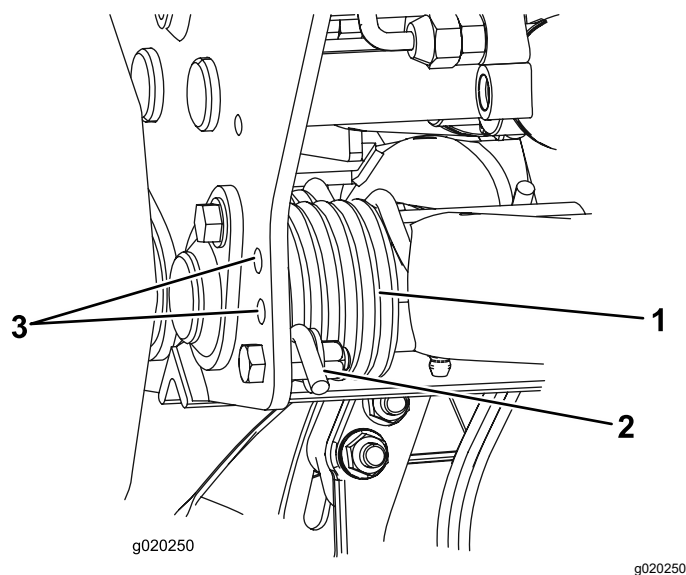

図 34
3. スプリングのテンションをなくしたら、スプリングアクチュエータを固定しているボルトとロックナットを外す 図 34。